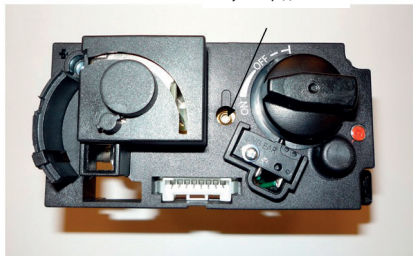

Рис.14. Способ регулировки выходящего газа
Чтобы иметь возможность подключения всех элементов автоматического газового управления, в первую очередь необходимо снять переднее стекло (Рис.14) и удалить элемент, который находится на подставке главной горелки.
3. Регулятор давления находится в верхней части корпуса блока управления. Чтобы провести регулирование, необходимо снять пластиковую заглушку (Рис.14.).